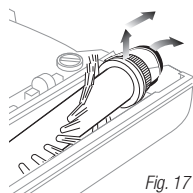

Fig. 17
- 5 Soulevez délicatement le rouleau de la brosse et retirez-le de la courroie. (Fig. 17) Pour remettre le rouleau de la brosse, glissez-le dans le manchon, puis insérez la courroie sur les arêtes du capuchon du rouleau de la brosse. Remettez en place et verrouillez le couvercle d'accès du rouleau.